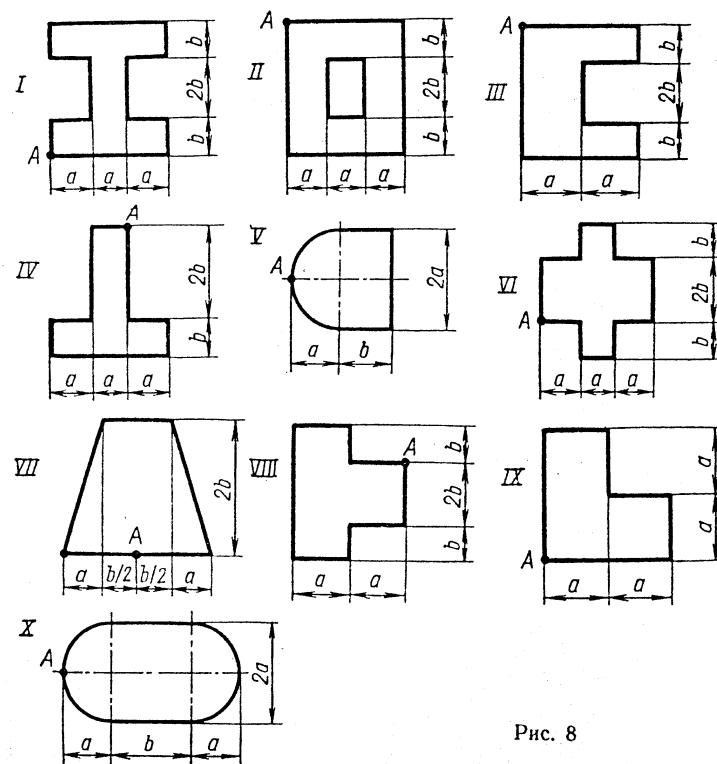

Рис. 8
**Задача 8.** Чугунный короткий стержень, поперечное сечение которого изображено на рис. 8, сжимается продольной силой  $P$ , приложенной в точке  $A$ . Требуется: I) вычислить наибольшее растягивающее и наиболь-